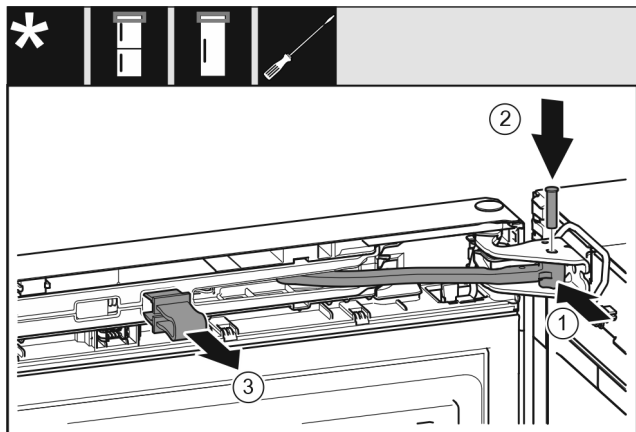

Fig. 50
- ▶ Rrotulloni menteshën në drejtimin e bazamentit mbështetës. Fig. 50 (1)
- ▶ Futni bulonat në bazamentin mbështetës dhe në menteshë. Këtu bëni kujdes që gungat e kapjes të futen saktësisht në kanale. Fig. 50 (2)
- ▶ Hiqni siguresën. Fig. 50 (3)